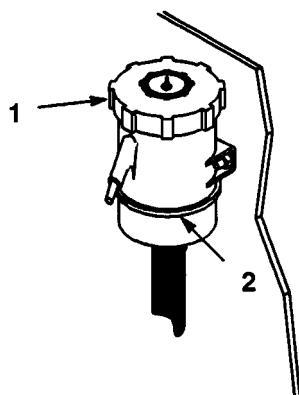

Fig. 32
3. Pulite attorno al serbatoio dell'olio (Fig. 32) al fine di vedere con chiarezza il livello dell'olio, ed impedire che corpi estranei cadano nel serbatoio se si deve rabboccare.
4. Quando l'asse di trasmissione è freddo, versate l'olio fino alla linea "Full Cold" (pieno freddo) sul serbatoio (Fig. 32).